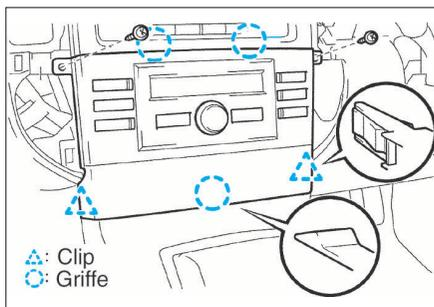

FIG. 10
- Déposer les différents connecteurs des deux ensembles aérateurs-enjoliveurs centraux (1).
- Déposer les deux vis de l'ensemble de commande de climatiseur (fig. 10).
- Dégrafer l'ensemble et le dégager vers soi (fig. 10).